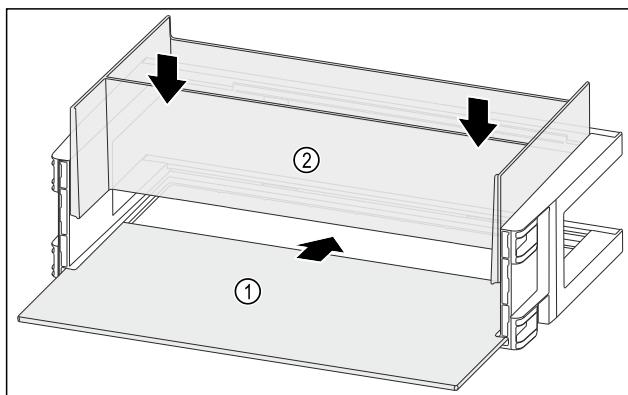

Fig. 144
- ▶ 将搁板 Fig. 144 (1) 推入侧面凹槽。
- ▶ 装入收纳盒 Fig. 144 (2)。